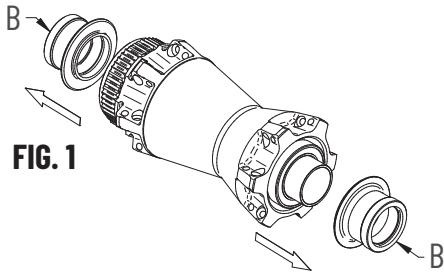

FIG. 1
- Sfilate gli scontri (B) (Fig. 1).